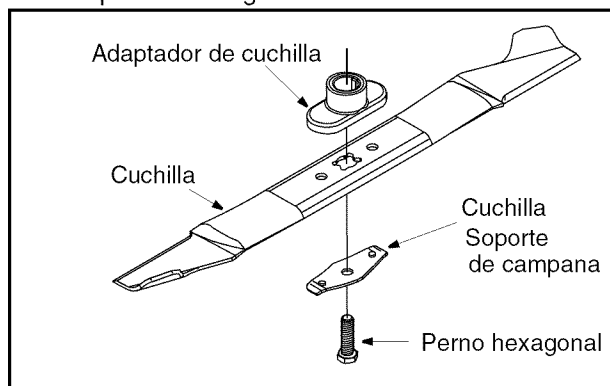

Figura 12
- Retire el perno y el soporte de la cuchilla que sostienen la cuchilla y el adaptador al cigüeñal del motor. Vea la "Figura 12". Saque la cuchilla y el adaptador del cigüeñal.
- Instale el adaptador de cuchilla en el cigüeñal con la "estrella" lejos de la polea. Consulte la Figura 12. Coloque la cuchilla con el lado inferior marcado (o número de pieza) mirando al lado opuesto del adaptador.